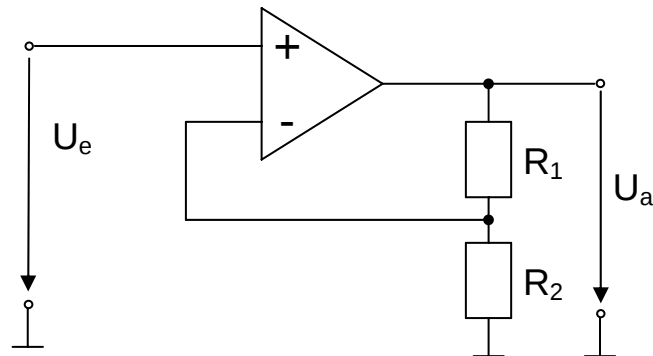

Bild 2-1: Nichtinvertierender Verstärker
- a) In der in Bild 2-1 gezeigten Schaltung eines nichtinvertierenden Verstärkers ist der eingesetzte Operationsverstärkers ideal. Welchen Wert muss R_2 annehmen, wenn $R_1 = 50\text{k}\Omega$ ist und eine Schaltungsverstärkung von $A = 1000$ erzielt werden soll?